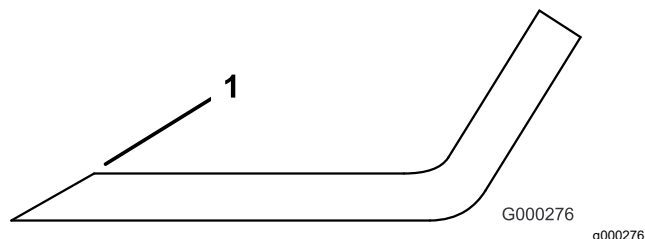

Figura 91
3. Inspeccione los filos de corte de todas las cuchillas, y afílelos si están romos o tienen mellas (Figura 91).
Nota: Afile únicamente la parte superior del filo y mantenga el ángulo de corte original para asegurar un filo correcto (Figura 91). La cuchilla permanece equilibrada si se retira la misma cantidad de material de ambos filos de corte.